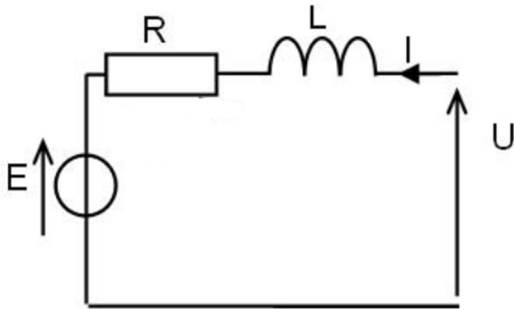

Figure 4 : Modèle RL du rotor.
24. Avec les symboles de la figure 4, la constante de temps  $\tau$  est donnée par :